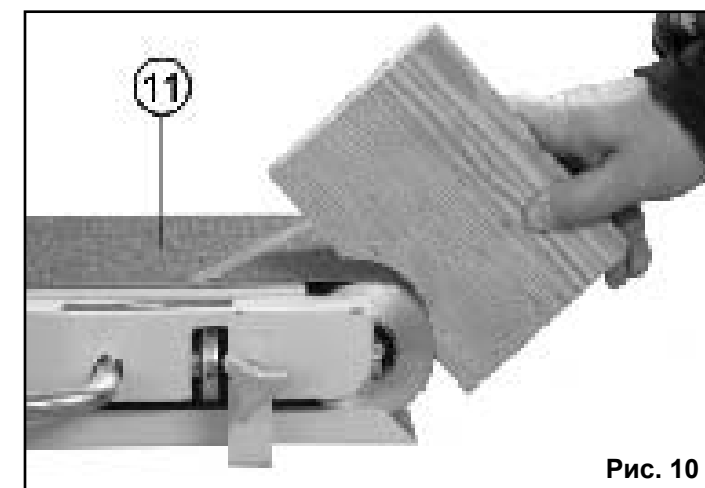

Рис. 10
Выполняется перед шлифовальной лентой (10) для получения дуги, Рис. 10.